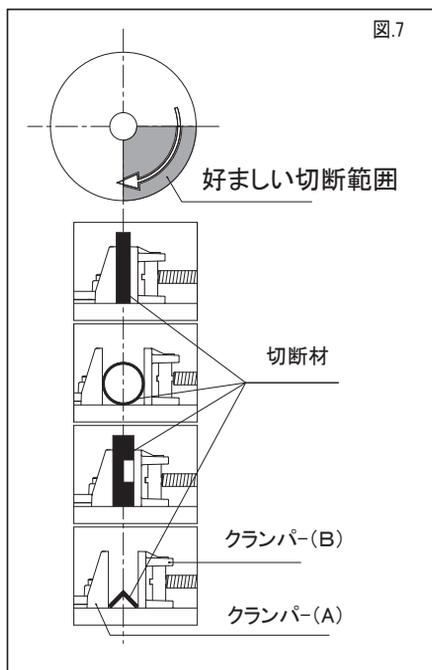

図.7
3. さまざまな切断材に合わせた固定方法は図7を参照ください。